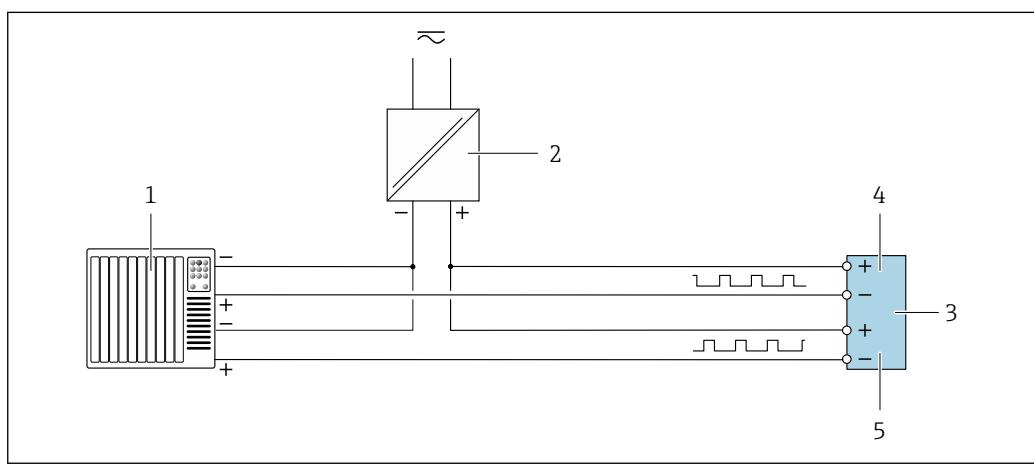

图 16 双脉冲输出(无源信号)的连接实例
- 2 模拟显示单元：注意最大负载→图 16
- 3 模拟显示单元：注意最大负载→图 16